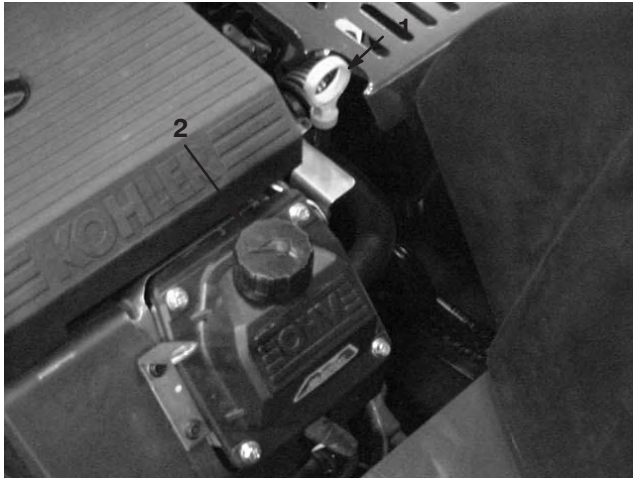

Bild 44
3. Reinigen Sie den Bereich um den Ölpeilstab herum (Bild 44), damit kein Schmutz in den Einfüllstutzen gelangen und so den Motor beschädigen kann.
5. Gießen Sie ca. 80 % der angegebenen Ölmenge langsam in den Einfüllstutzen (Bild 44). Siehe „Warten des Motoröls“ auf Seite 36.